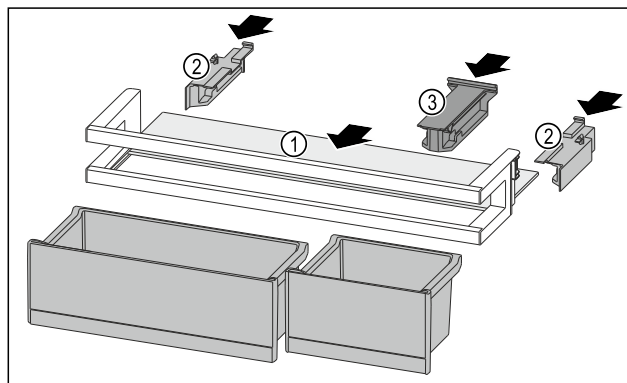

Fig. 168
- ▶ Вдвиньте съемную полку Fig. 168 (1) в боковые пазы.
- ▶ Установите боковые части Fig. 168 (2).
- ▶ Смонтируйте крепление Fig. 168 (3).